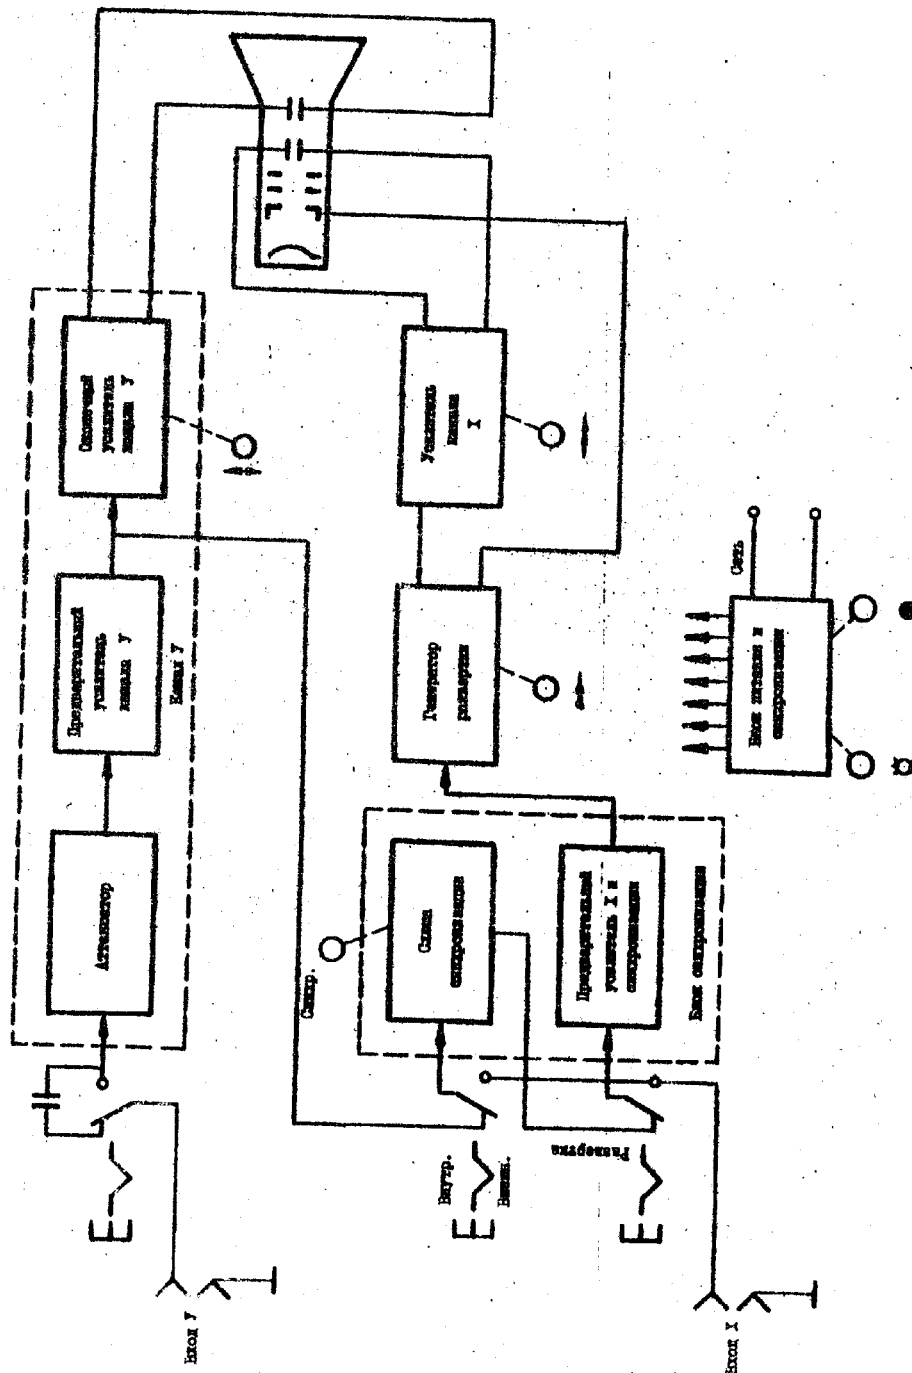

Рис. 1. Структурная схема осциллографа ИС-9-76
4.1.1. Структурная схема осциллографа (рис.1) содержит следующие основные узлы: входной аттенуатор, предварительный усилитель канала вертикального отклонения с переключаемым коэффициентом усиления, окончательный усилитель канала вертикального отклонения, схема синхронизации, генератор развертки, усилитель горизонтального отклонения, осциллографический индикатор (ЭИТ - см. приложение 2), блок питания.